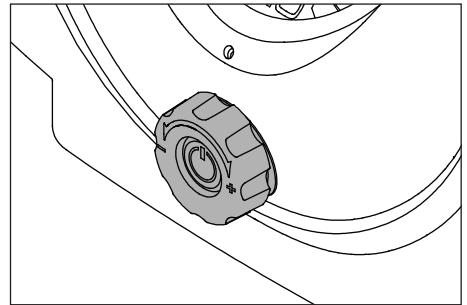

Figure 4 - Cadran de sélection de pression
2. Lorsque l'adaptateur universel est bien fermement en place, enfoncer le levier de verrouillage. (Voir la figure 4).